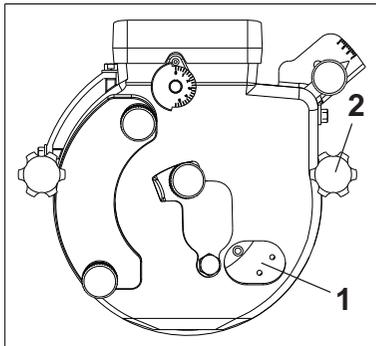

FIGURA 65
- Coloque um recipiente embaixo da saída (1) do dosador. (FIGURA 65)